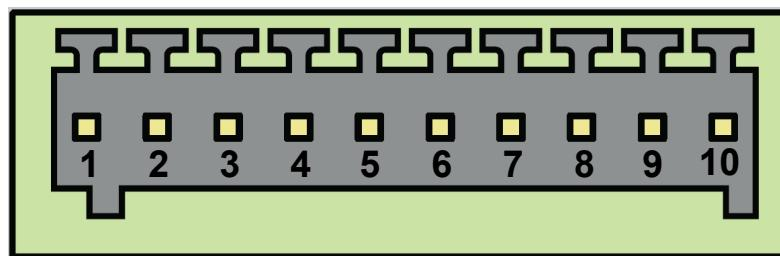

Рис. 2.8 Разрывной коннектор
Данный разъем используется для подключения внешнего устройства с интерфейсом RS485, питания 7...40 В, а также на этот разъем выведены выводы общего назначения GPIO. Сечение провода для ответной части – 0.2-0.5 мм² (IEC), 28-20 AWG (UL). Разрывной коннектор изображен на рис. 2.8. Назначение выводов разрывного коннектора представлено в таблице 2.4.